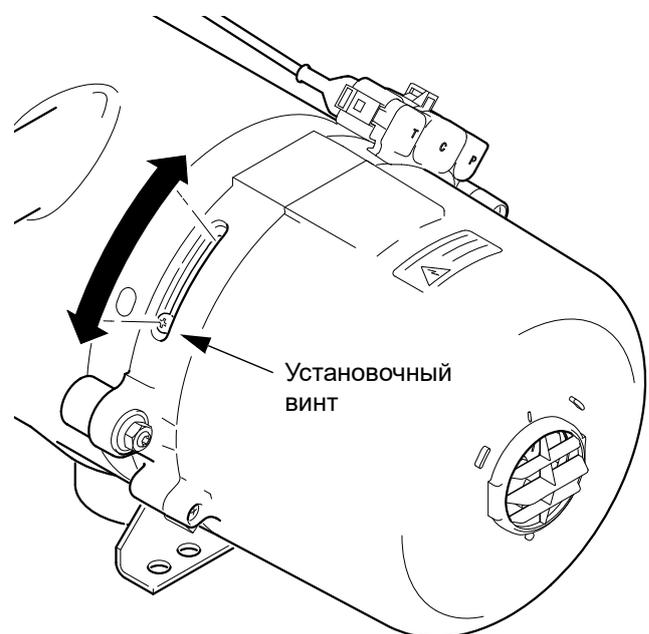

Рис. 701 Установочный винт для регулировки содержания CO₂
4. Ослабить установочный винт (см. Рис. 701) и сдвигать установочное кольцо с установочным винтом до достижения целевого значения.